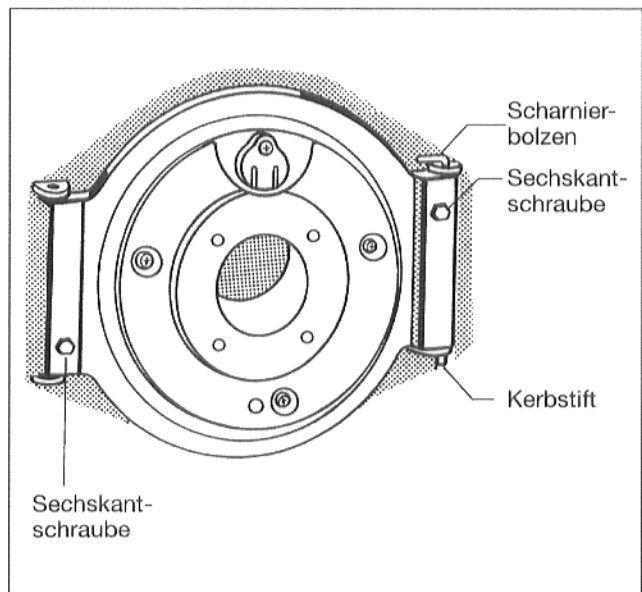

Abb. 5
- Tür öffnen und Scharnierbolzen herausziehen (Abb. 5).
- Kerbstift unten in der Brennertür von rechts nach links wechseln (Abb. 5).
- Brennertür schließen und mit Sechskantschrauben verschrauben – Anzugsmoment 10 max. 15 Nm (Abb. 5).
- Brenntür mit 2 Sechskantschrauben verschrauben. Anzugsmoment: ca. 10 max. 15 Nm (Abb. 5).